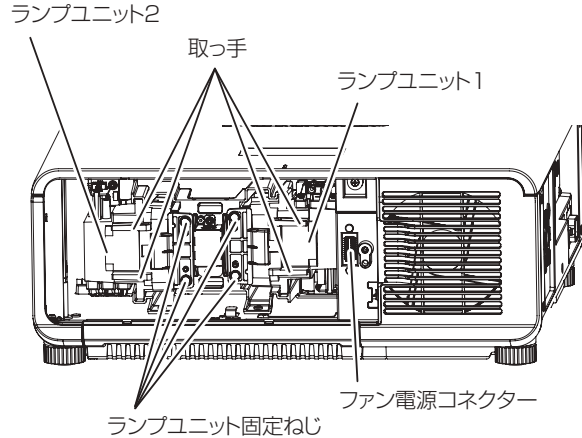

図 2
2) エアフィルターケースを取り出す (図 2)
3) ランプユニットを取り外す (図 2)